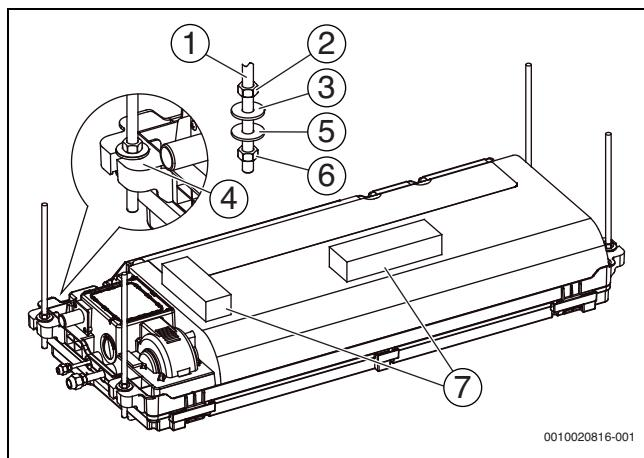

Рис. 11
- Подвесите кондиционер на анкерных болтах. Чтобы определить длину и ширину, используйте уровень. В процессе монтажа необходимо поочередно отрегулировать четыре гайки 2 (→ рис. 11). Может возникнуть следующая ситуация: в процессе выравнивания кондиционера по уровню расстояние между шайбами 2 четырех анкерных болтов и нижней поверхностью потолка может оказаться разным, а следовательно, расстояние A для разных болтов не будет одинаковым. В таком случае самой важной задачей является обеспечение того, чтобы корпус блока был расположен строго горизонтально. Настраивайте положение блока до тех пор, пока разность уровней не станет как можно ближе к величине A.